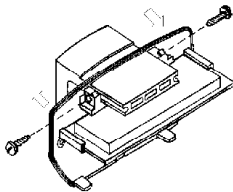

Рисунок 4
3. Установите основание с печатной платой на кронштейн на таком расстоянии от стены, чтобы карнизы не загромождали зону обнаружения. Фиксация положения основания на кронштейне осуществляется с помощью винтов (рисунок 4).